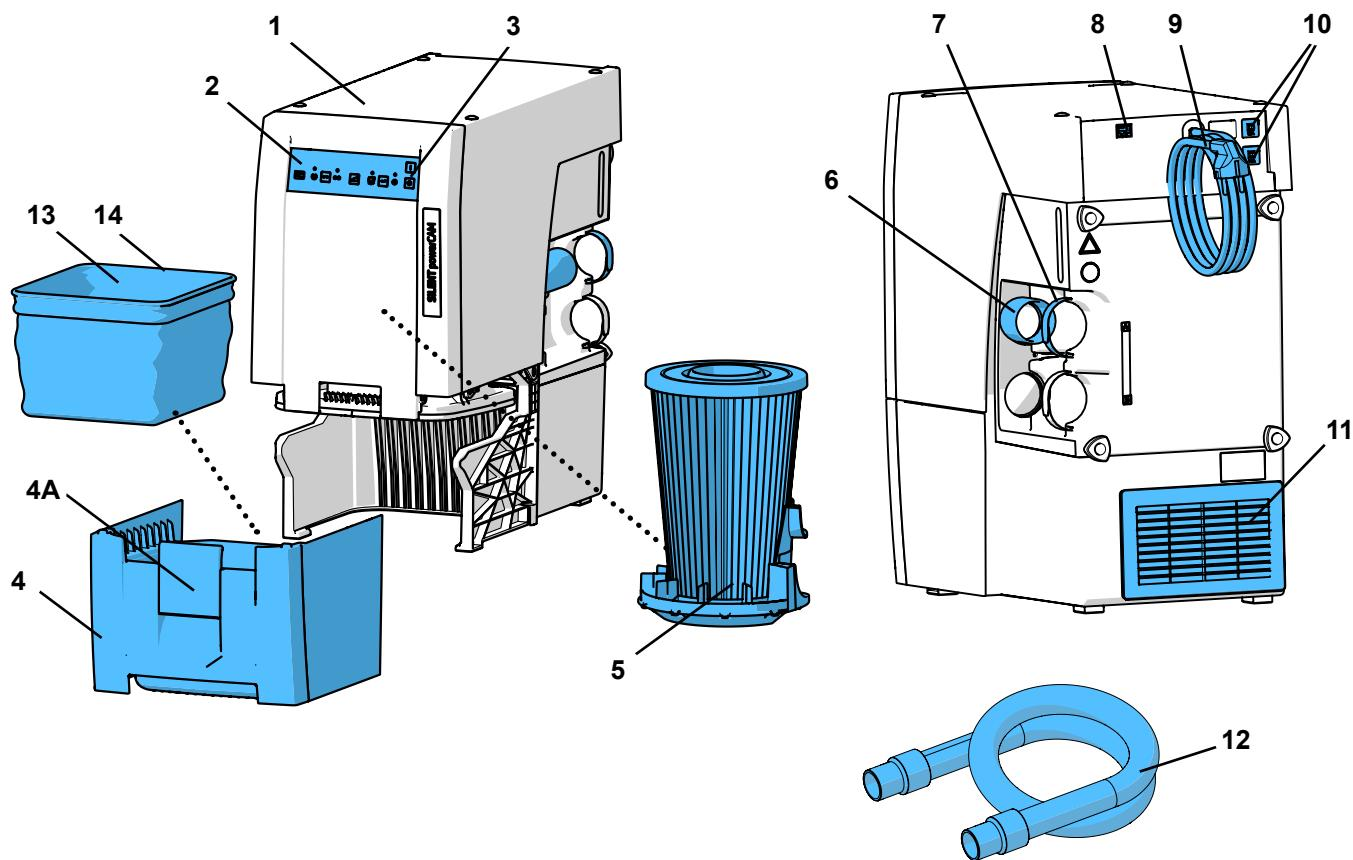

Fig. 1
- Orificiul de evacuare (11, Fig. 1) să nu fie blocat.
- Conductă externă de evacuare a aerului (A) (a se vedea capitolul 4.6).
- O deschidere în partea din spate a dulapului (B), de minimum 250 x 120 mm, în corespondență cu de ieșirea aerului de evacuare (11, Fig. 1).
- Îndepărtați partea din spate a dulapului (C). Distanța de la partea din spate a dulapului la perete min. 50 mm.
- ⇒ Introduceți cablul de rețea (9, Fig. 1) în priza de perete instalată în clădire.